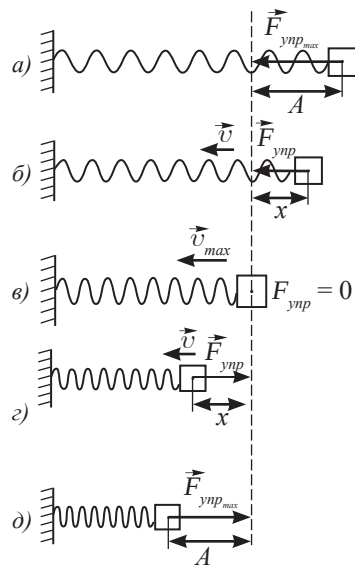

Рис. 21. Взаимное превращение потенциальной и кинетической энергий в пружинном маятнике
Выведем из положения равновесия пружинный маятник (рис. 21 а). Растянутая пружина в положении максимального отклонения обладает максимальной потенциальной энергией $W_{\max} = \frac{kA^2}{2}$. Сила упругости в этом состоянии направлена к положению равновесия и имеет максимальное значение $F_{\text{упр max}} = kA$. По мере приближения тела к положению равновесия потенциальная энергия превращается в кинетическую энергию (рис. 21 б). В момент прохождения положения равновесия кинетическая энергия возрастает до максимального значения (рис. 21 в). Тело по инерции проходит положение равновесия и сжимает пружину. Кинетическая энергия превращается в потенциальную, сила упругости возрастает (рис. 21 г, д) (таблица 2).
1. Используя рисунок 21 и данные таблицы 2, запишите закон сохранения полной механической энергии для состояний а и б, б и в, а и в.